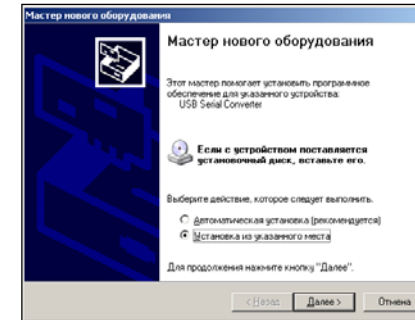
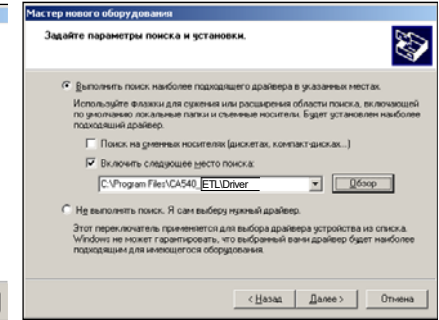

Рисунок 8.9
Рисунок 8.10
2) Після включення ПК на екрані з'явиться сповіщення, а потім вікно програми встановлення нового обладнання (рисунок 8.9).
3) Встановити драйвер Блока сполучення універсального, для чого у вікні (рисунок 8.9) клацнути в полі "Установка из указанного места", а потім по кнопці **Далее >**. На екрані з'явиться вікно (рисунок 8.10). Клацнути по кнопці **Обзор** і вибрати папку C:\Program Files\CA540_ETL\Driver.